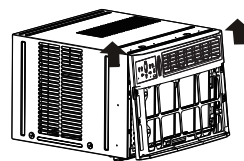

Fig.3A
5. Levante suavemente el panel frontal de la unidad (ver Fig.3A).